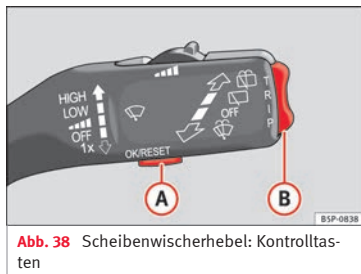

Abb. 38 Scheibenwischerhebel: Kontrolltasten
- Wählen Sie im Hauptmenü den Menüpunkt **Fzg-Status**: „Hauptmenü“ und drücken Sie die Taste **OK** am Scheibenwischerhebel **A** »» **Abb. 38. Oder**